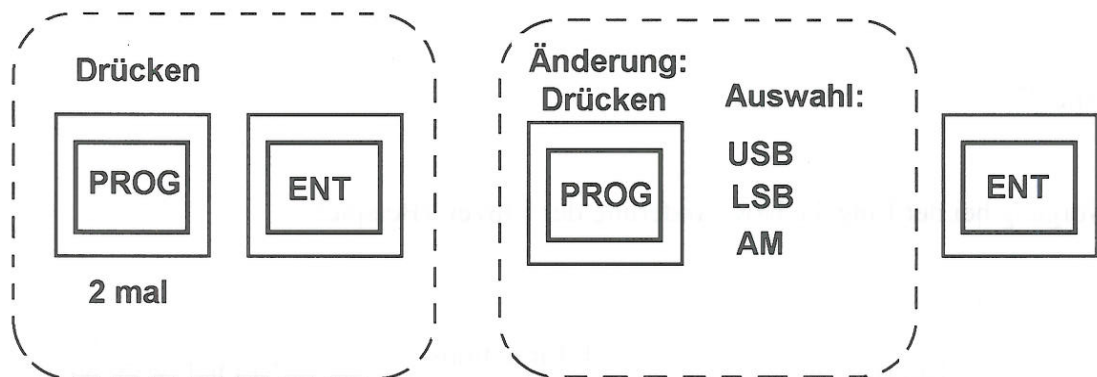

Bild 36
1) Einstellen des Hauptseitenbandes in der Einseitenbandmodulation (Bild 36):
2) Einstellen der Amplitudenmodulation (AM) (Bild 36):